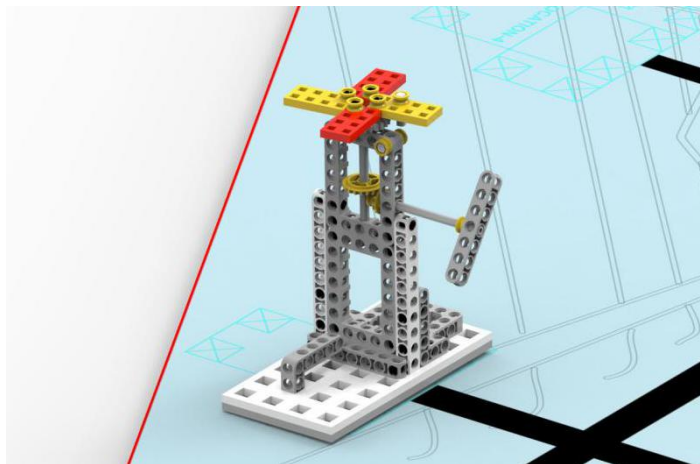

图 6 修理好的电风扇完成状态图
3.3.2 机器人将电风扇模型立起，且垂直于场地，得 40 分，如图 6 所示。